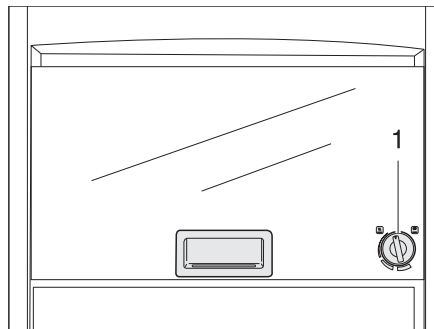

Bild 317 Gasbackofen (Dometic)
- Den Drehregler (Bild 317,1) leicht drücken und nach links auf eine beliebige Position drehen.
- Den Drehregler (Bild 317,1) auf "O" drehen. Die Flamme erlischt.